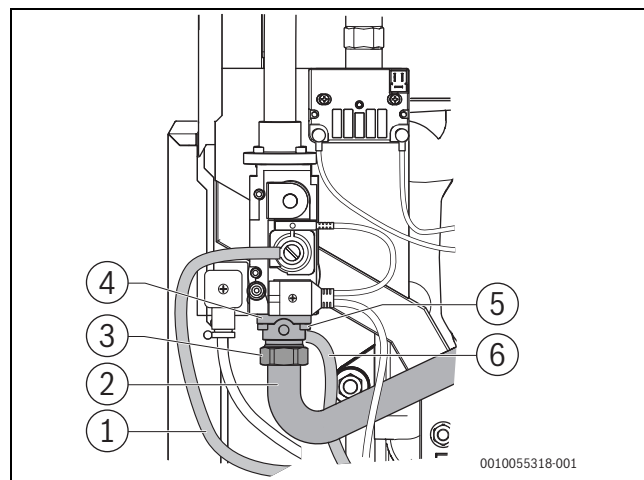

Fig. 25 Desmontar a proteção do gás (tamanho da caldeira 75; 100 kW)
- ▶ Soltar a porca de aperto no tubo do gás (→ Fig. 25 e 26, [3]).
Legenda da fig. 25 e 26:
- ▶ Verificar a posição correta dos cabos de medição para compensação [1] e pressão de saída do gás [5] (→Fig. 25 e 26 e fig. 17.4.3, página 68).